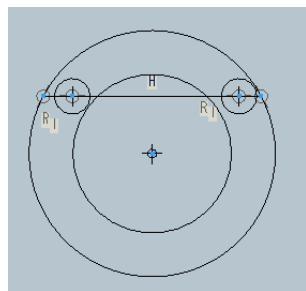

图 2-11 绘制小圆
(14) 单击草绘工具栏中的“创建圆”按钮, 分别绘制出如图 2-11 所示的两个圆。